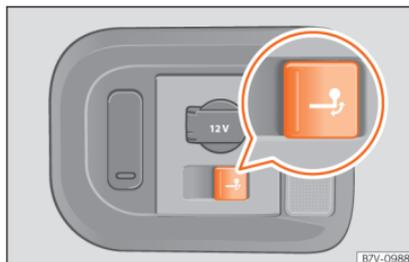

Abb. 279 Im Gepäckraum rechts: Taste zur Entriegelung der Anhängerkupplung.
- Ziehen Sie kurz an der Taste »» **Abb. 279**. Die Anhängerkupplung wird automatisch entriegelt und dreht selbsttätig heraus. Die Kontrollleuchte der Taste blinkt.
- Ziehen Sie kurz an der Taste »» Abb. 279. Die Anhängerkupplung wird elektrisch entriegelt.
- Wenn die Kontrollleuchte der Taste »» Abb. 279 → blinkt, ist die Anhängerkupplung noch nicht vollständig eingerastet oder beschädigt »» ⚠.
- Wenn die Kontrollleuchte bei geöffneter Heckklappe »» Abb. 279 → dauerhaft leuchtet, ist die Anhängerkupplung vollständig eingerastet, sowohl in eingezogener als auch in herausgeschwenkter Stellung.
- Drücken Sie keinesfalls die Taste »» Abb. 279, wenn ein Anhänger oder ein Gepäckträger oder anderes Zubehör auf der Anhängerkupplung eingehängt ist.